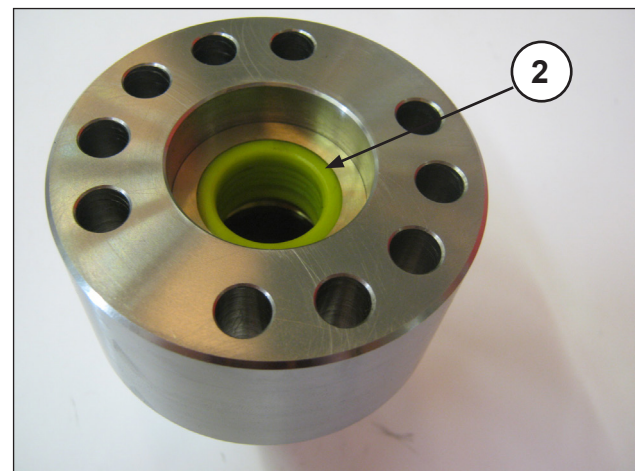
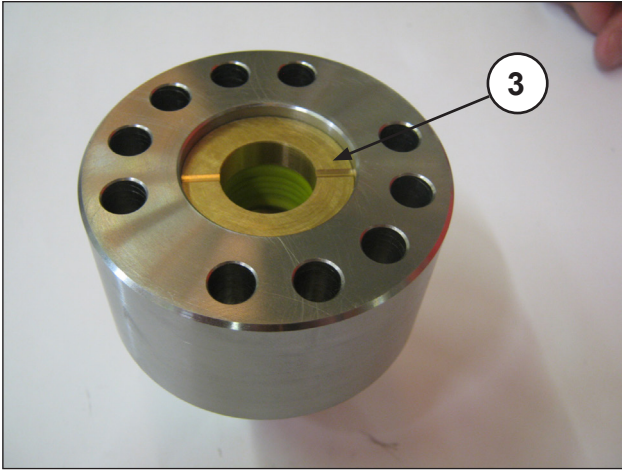
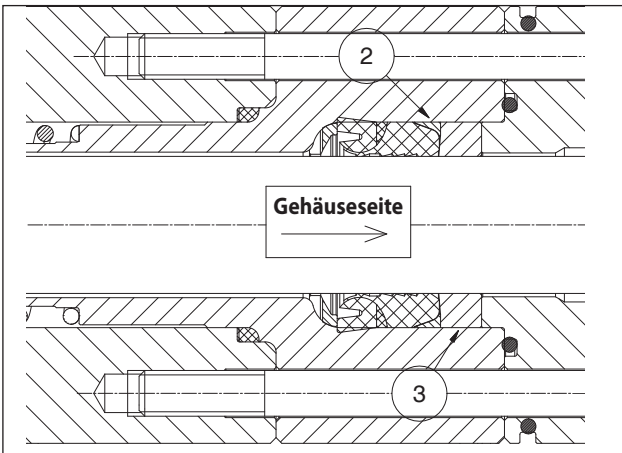

Abb. 136
Abb. 137
Abb. 138
- Setzen Sie den Stützring ② und die Dichtungshülse ③ wie in Abb. 136, Abb. 137, Abb. 138 gezeigt ein.
- ! Führen Sie die Dichtungshülse ③ mit nach außen gerichteten Aussparungen (zur Gehäuseseite) gemäß Abb. 137 und Abb. 138 ein.